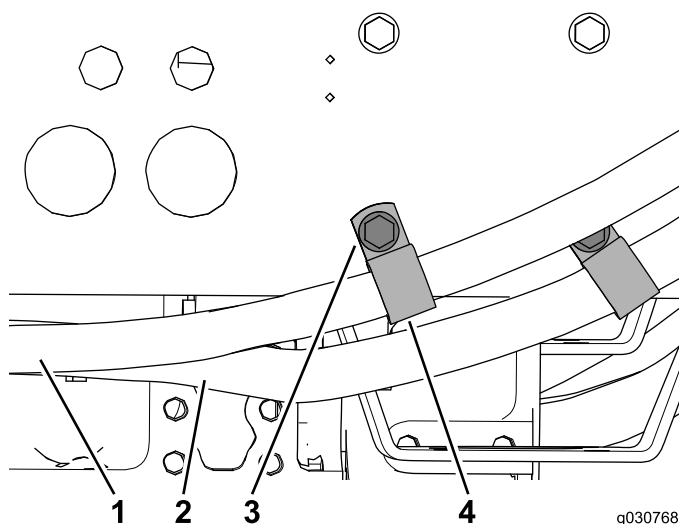

図 44
5. エアコン用ホースそれぞれにRクランプ1個を通し、既存のボルト2本で各クランプを機体フレームに固定する 図 44。